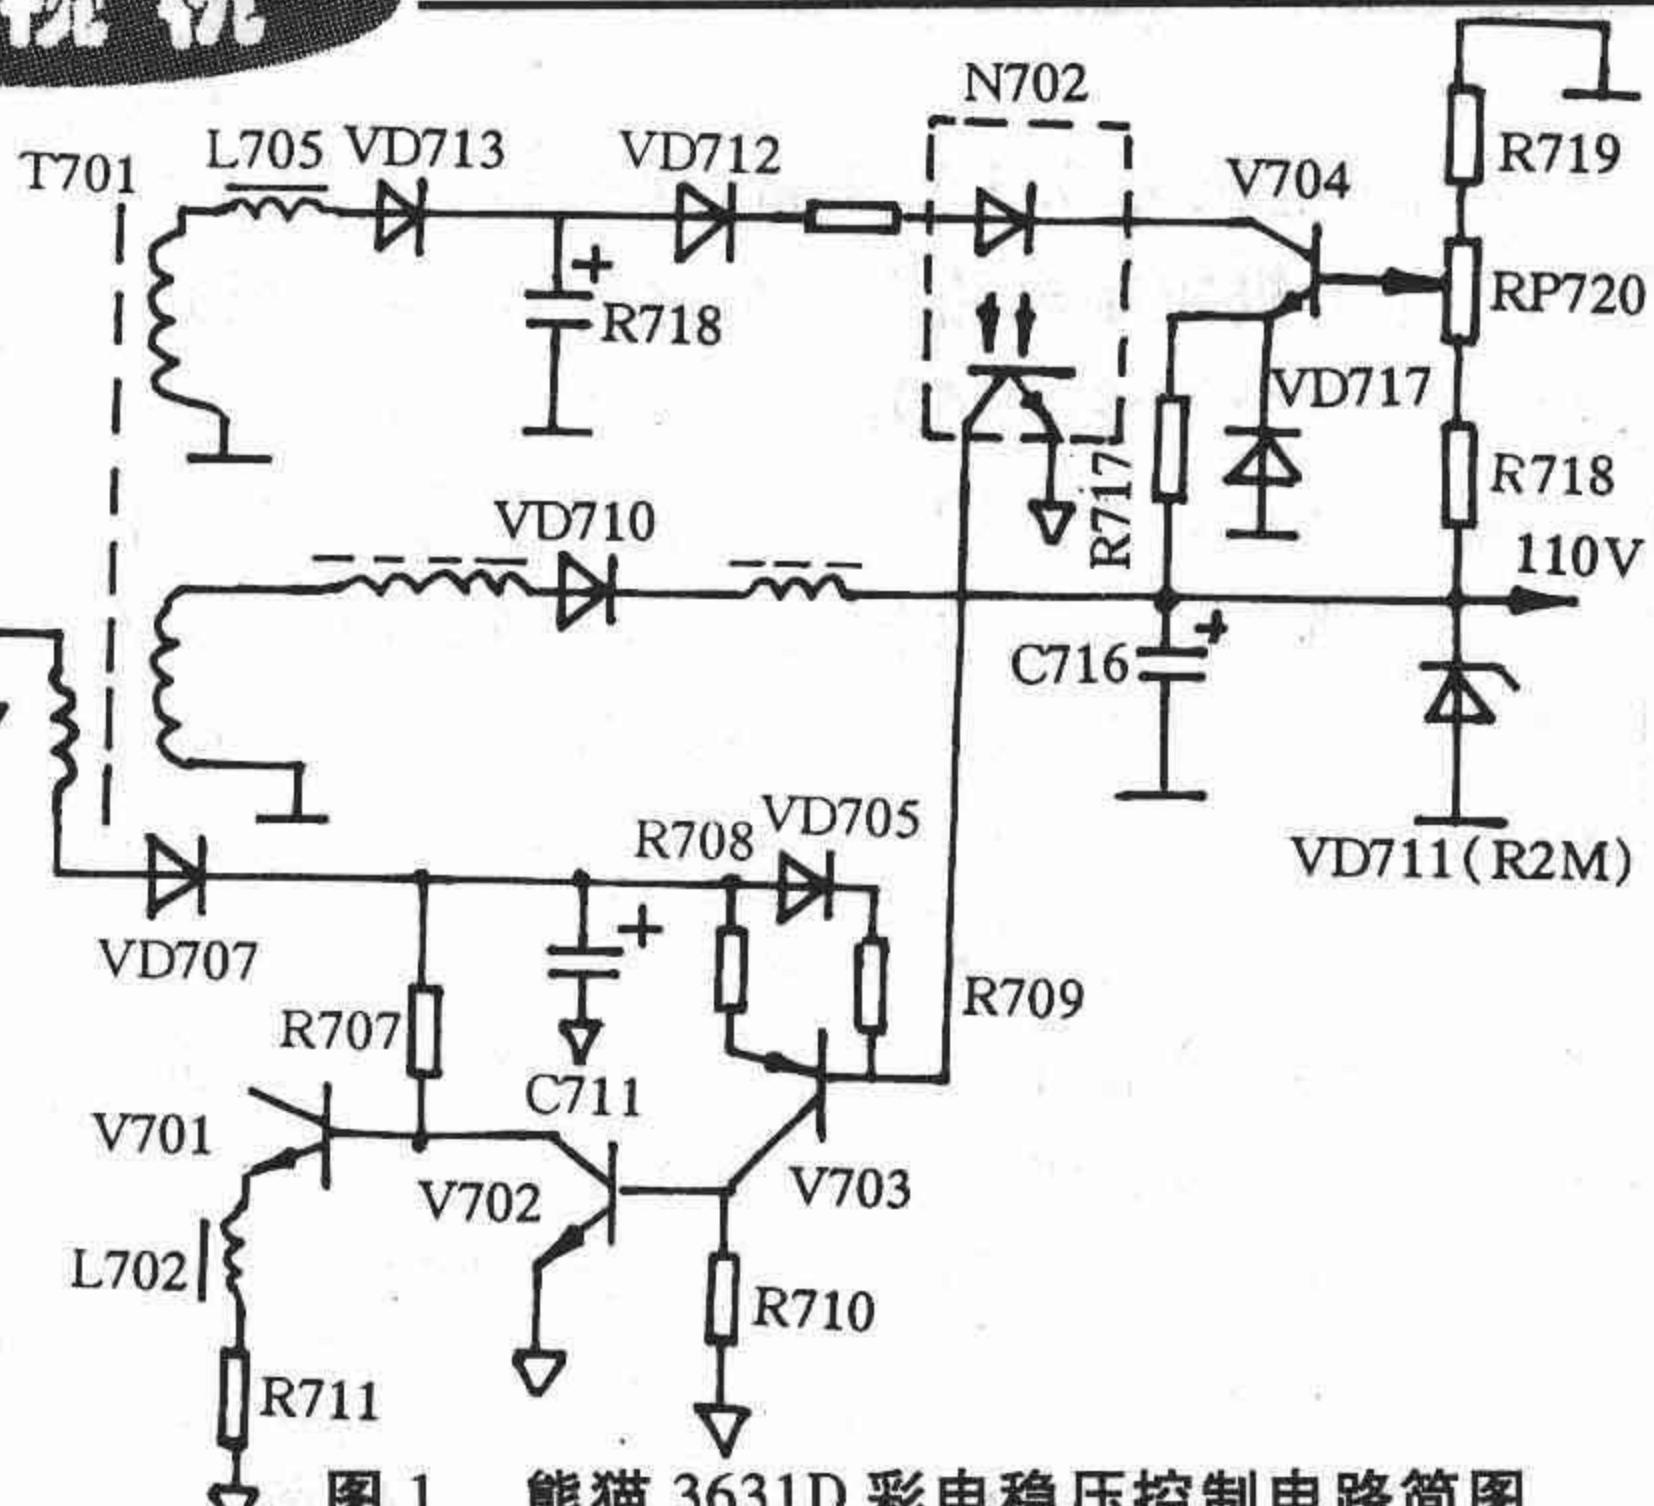

图 1 熊猫 3631D 彩电稳压控制电路简图
分析与检修:查 110 V 为零,断开 R637 行输出级仍为零;查 110 V 一次性过压保护稳压管 VD711(R2M)击穿,换新后又穿。再查电源,发现 VD717(6 V 稳压管)、V704 三极管击穿,换新后瞬间开机,监测 110 V 输出,发现高达 200 V,由此可推断为电源稳压电路故障。该机稳压电路采用直接从 110 V 输出端分压取样、光电耦合器隔离控制方式,属于调宽稳压型(见图 1)。稳压过程是:当输出电压升高时,则通过 R718、RP720、R719 分压后加至 V704 基极,使 $V_{b1} \uparrow \rightarrow I_{b1} \uparrow \rightarrow I_c \uparrow$, 流过 N702(光电耦合器)①、②脚(发光二极管)的电流增大,使③、④两脚(光敏三极管)电阻减小,即 V703 基极 $V_{b3} \downarrow \rightarrow I_{e3} \uparrow \rightarrow I_c \uparrow \rightarrow$ 在 R710 上压降